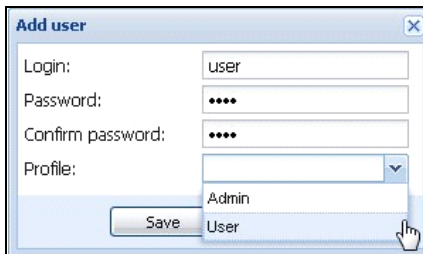

Figura 12. Finestra di dialogo Aggiungi utente
- 4 Digitare login e password dell'utente (vedere Figura 12).